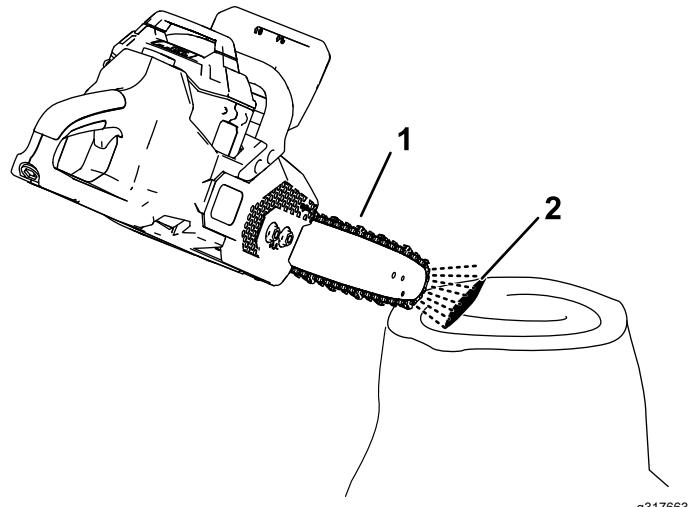

Figure 29
2. Pour vérifier que l'huile arrive jusqu'à la chaîne, pointez le nez de la tronçonneuse à quelques centimètres/pouces au-dessus d'une surface (papier, carton, souche, etc.) et démarrez la tronçonneuse; un peu d'huile devrait être pulvérisé sur surface (Figure 29).